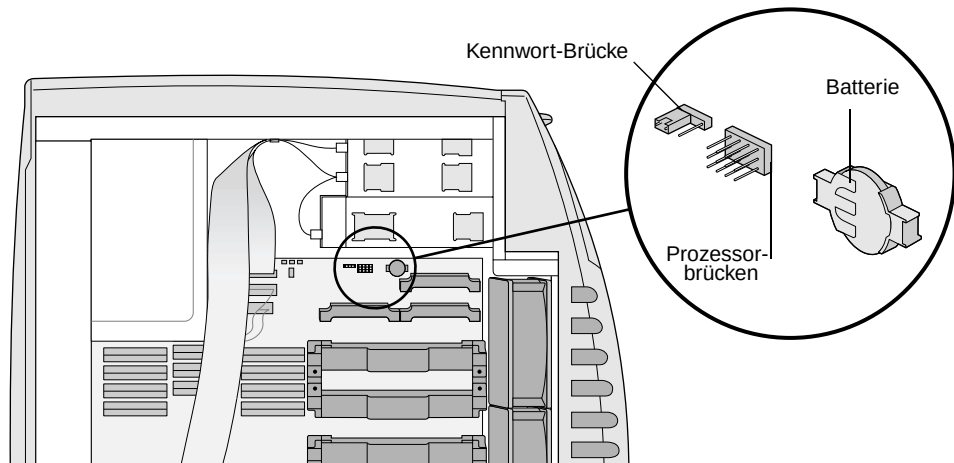

Abbildung 8-2 Lage der Kennwort-Brücke
6. Die Kennwort-Brücke befindet sich auf der Systemplatine. Sie befindet sich in der Nähe der oberen Spannungsregler und unmittelbar neben den Prozessorbrücken. Siehe Abbildung 8-2.